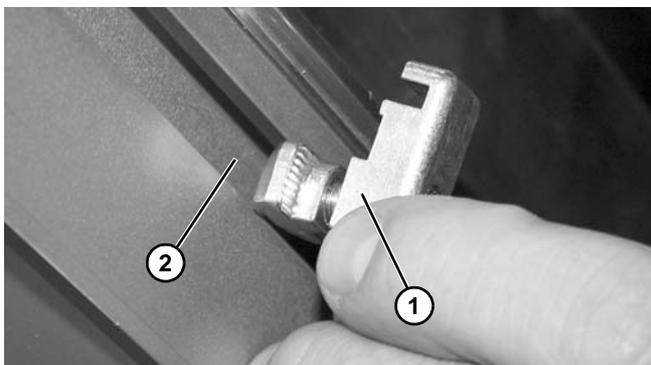

**Figura 32**
- Sujete los protectores superior e inferior con la tuerca soldada (**Figura 32, artículo 1**) y el tornillo (**Figura 32, artículo 2**) en cada lado del conjunto. Repita este procedimiento en el lado inferior.
- Apriete los tornillos (**Figura 32, artículo 2**).